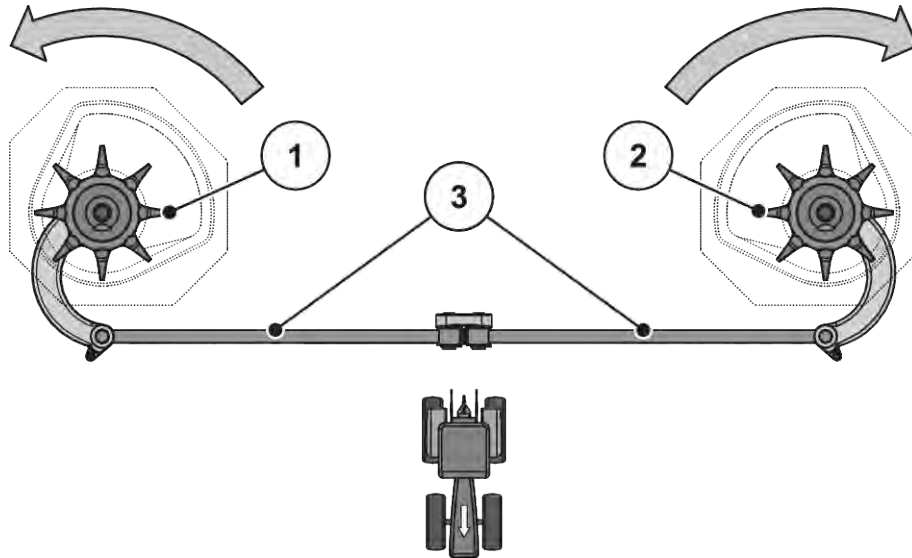

Рис. 53: Проверка привода мешалки
- Поверните рукой головку мешалки **в направлении вращения разбрасывающего диска**. См. Рис. 53 Проверка привода мешалки.
- Поверните головку мешалки с усилием рукой или с помощью ленточного ключа для масляного фильтра **против направления вращения разбрасывающего диска**. см. Рис. 53 Проверка привода мешалки